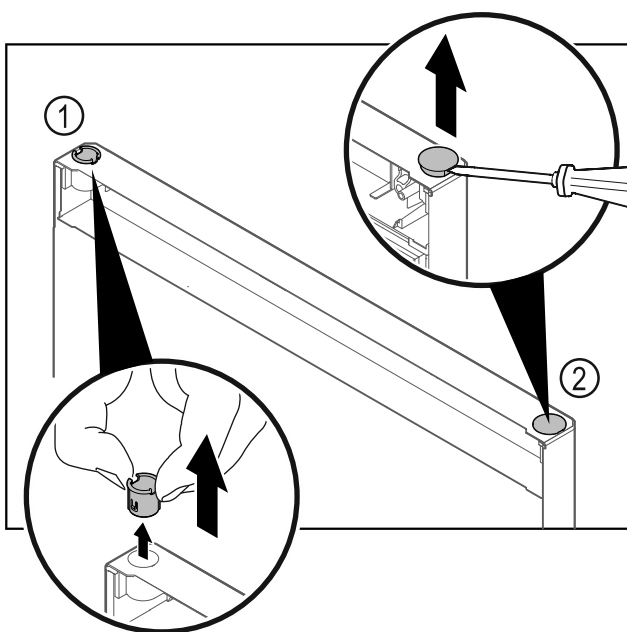

Fig. 15
- Витягніть шарнірну втулку Fig. 15 (1) пальцями.
- За допомогою шліцевої викрутки обережно підніміть заглушку Fig. 15 (2) та витягніть її.